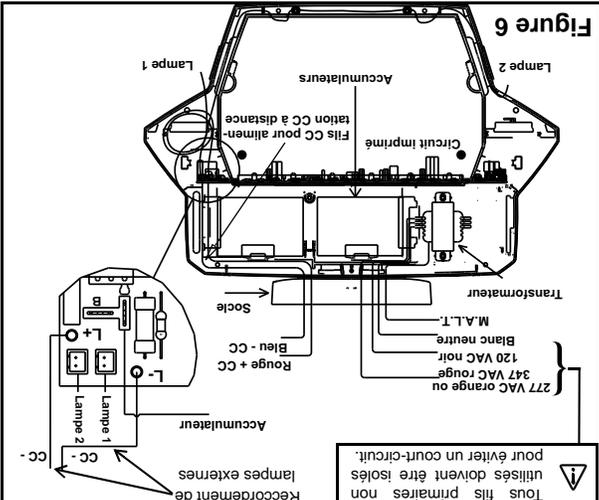
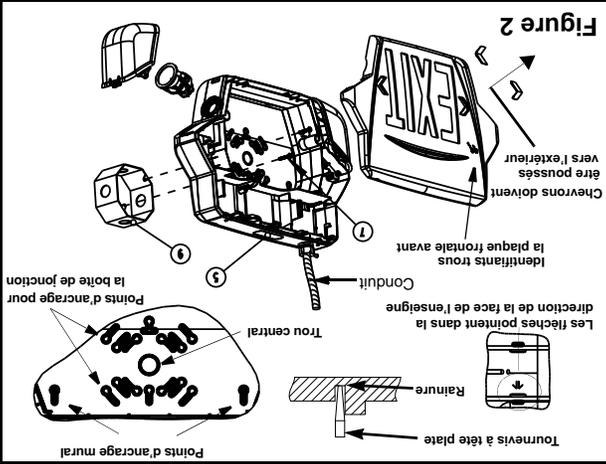

Figure 6
Figure 2
3. Retirer les vis de fixation de la face (certains modèles seulement). Retirer la face de l'enseigne à l'aide d'une pièce de monnaie ou d'un tournevis dans le haut ou le bas de la face. Les flèches sur le boîtier de l'enseigne pointent vers la face de l'enseigne (voir fig. 2).
4. Déterminer la position de montage (mur ou plafond). Remarque: il faut utiliser un socle(6) pour un montage au plafond.
Aucun socle n'est requis. Retirer le(s) accumulateur(s) avec les fils. À l'aide d'un tournevis à tête plate, défoncer les trous appropriés sur le dos de l'enseigne, incluant le trou central, pour le montage sur la boîte de jonction ainsi que pour les deux "points d'ancrage mural" (voir fig. 2). Préparer deux points d'ancrage au mur en ligne avec les "points d'ancrage mural". Passer les fils d'alimentation CA (ainsi que les fils CC pour lampes externes selon le besoin) en contournant l'intérieur du boîtier, à travers le conduit de plastique et finalement par le trou au centre du dos de l'enseigne et effectuer les connexions nécessaires (voir étape 5 et fig. 6). Pousser l'exécédent de fils dans la boîte de jonction et fixer le dos de l'enseigne au mur aux "points d'encrage mural" à l'aide des vis de fixation mural(16) et ensuite à la boîte de jonction à l'aide des vis de la boîte de jonction(7). Passer à l'étape 6.
Défoncer le trou pour recevoir le conduit sur le boîtier central (voir fig. 2). Suivre les instructions pour le "Montage mural" et effectuer les connexions nécessaires.